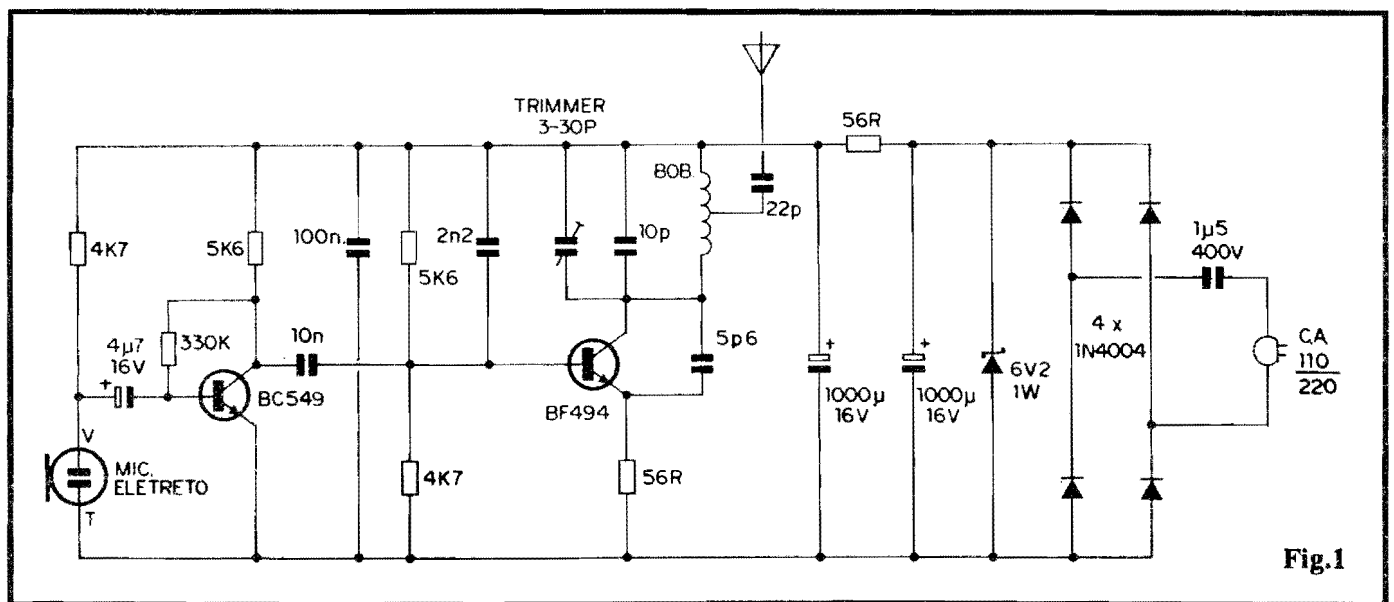

Fig.1
- FIG. 1 - O CIRCUITO - Conforme já foi dito, todas as estruturas circuitais utilizadas no TPFM já são conhecidas